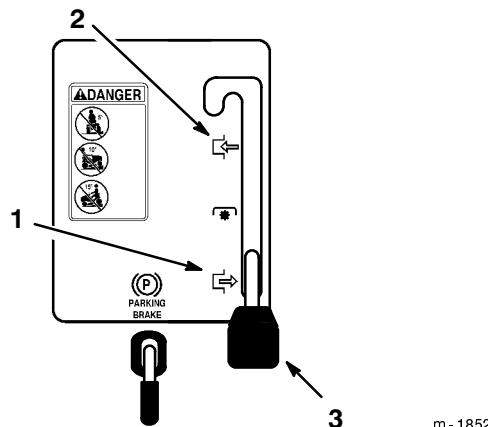

Figure 4
2. Mettre la commande de lame (PdF) en position embrayée (Fig. 4).
2. Mettre la commande de lame (PdF) en position débrayée (Fig. 4).